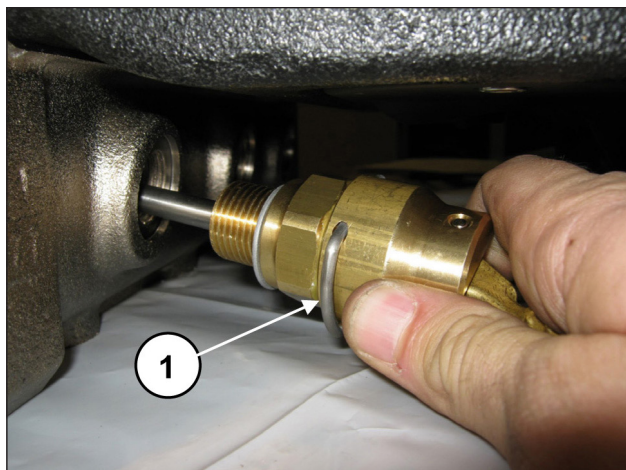
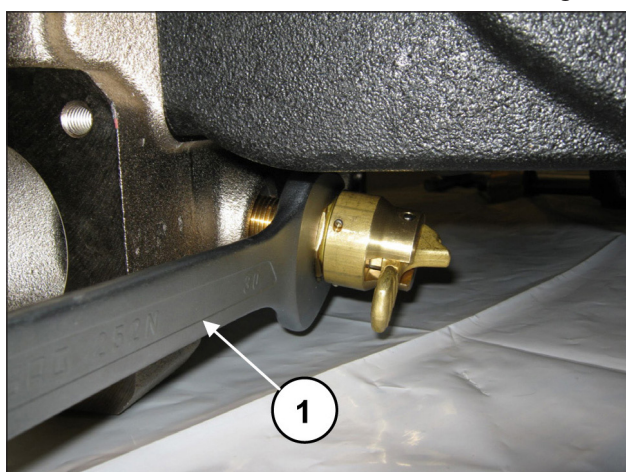

Fig. 170
Fig. 171
Serrer les vis M18x65 et M16x45 des couvercles d'aspiration et de refoulement à l'aide d'une clé dynamométrique, en suivant les indications du chapitre 3 FORCES DE SERRAGE DES VIS. Monter les dispositifs d'ouverture des soupapes (rep. ①, Fig. 170) et les visser à l'aide d'une clé de 30 mm (rep. ①, Fig. 171).